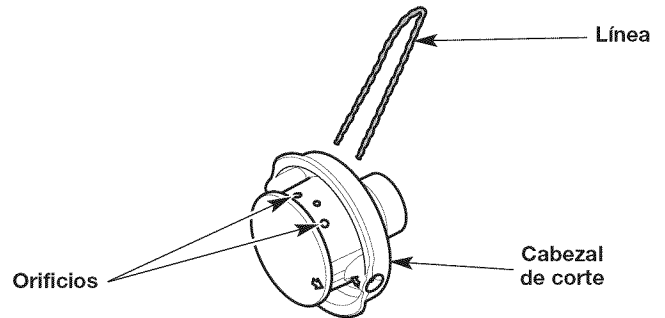
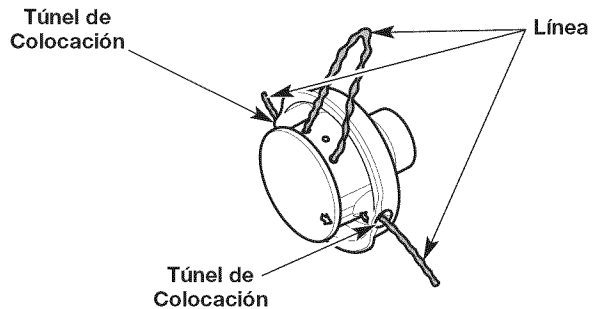

Fig. 13
Fig. 14
3. Inserte los extremos del nuevo hilo de recorte dentro de los orificios del cabezal de corte (Fig. 13). Empuje el hilo a través de los orificios hasta que ambos extremos sobresalgan de los conductos de posicionamiento (Fig. 14).